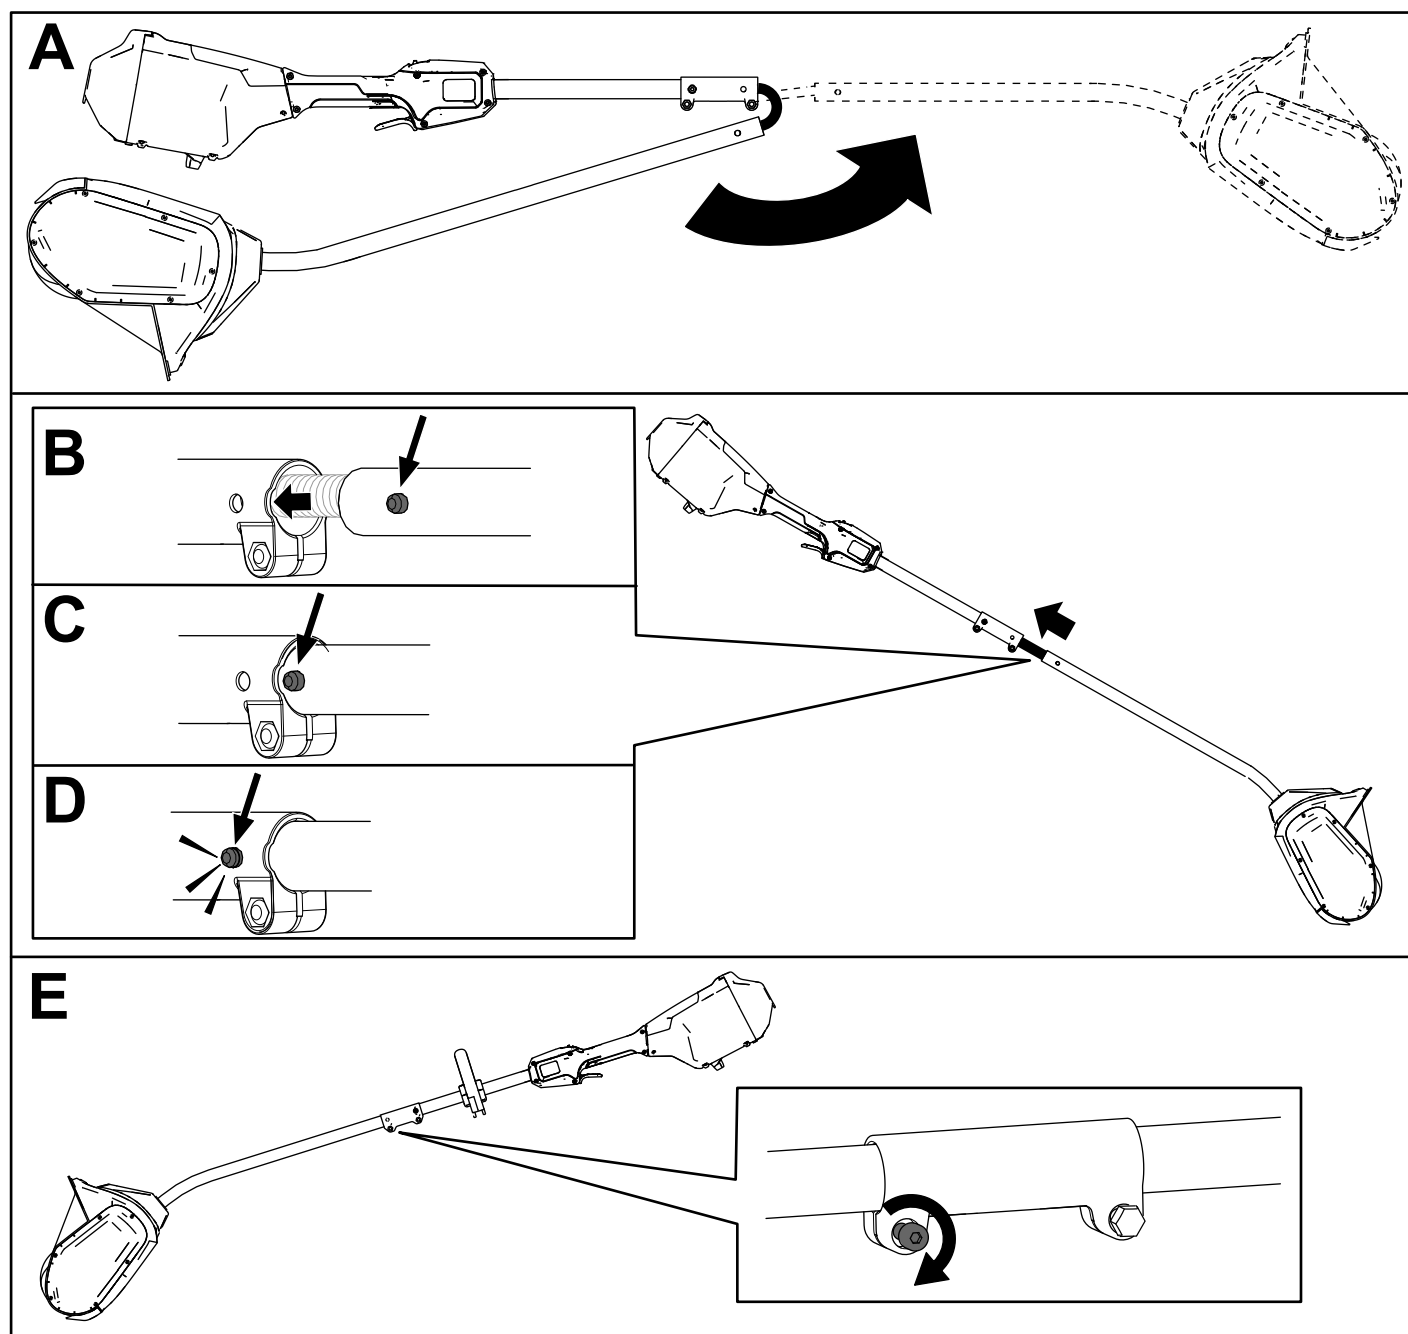

Figure 3
1. Dépliez le manche (encadré A de la Figure 3).
2. Alignez le bouton de verrouillage de la moitié inférieure du manche et le trou dans la moitié supérieure, et emboîtez-les 2 moitiés ensemble (B et C de la Figure 3).
Remarque: Le bouton de verrouillage s'enclenche dans le trou quand les deux moitiés du manche sont correctement emboîtées (D de la Figure 3).
3. À l'aide de la clé Allen fournie, serrez la vis sur le connecteur du manche jusqu'à ce qu'il soit bien fixé (E de la Figure 3).